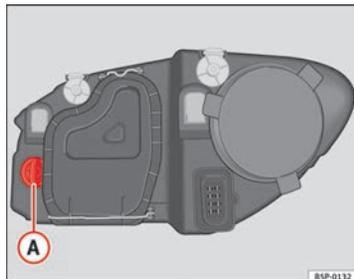

Fig. 186 Lâmpada das luzes indicadoras de mudança de direção
- Rode o porta-lâmpadas ⇒ Fig. 186 A para a esquerda e puxe.